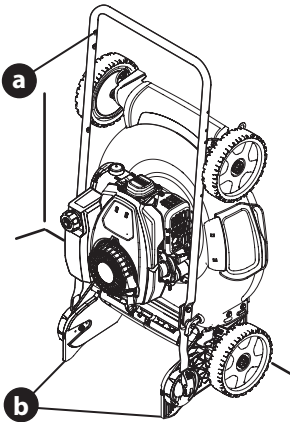

Figure 38
6. Tenez le guidon (a) et relevez la tondeuse pour qu'elle repose sur ses roues arrière et sur les supports du guidon (b) (Figure 38).